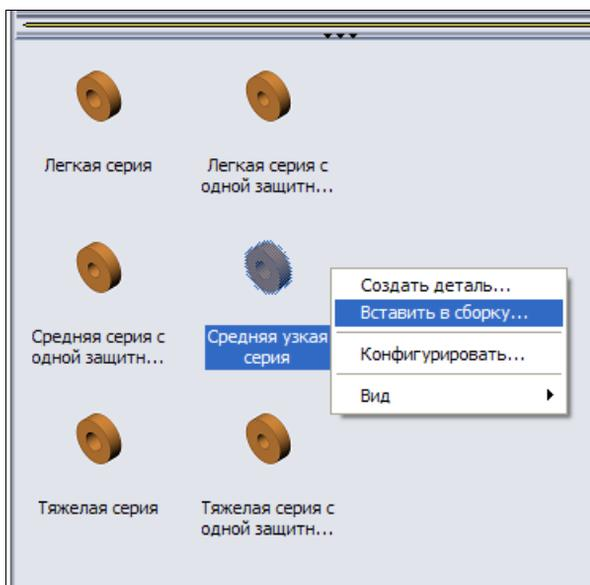

Рис. 6.40
17. Щелкнем правой кнопкой мыши по названию типа подшипников и на открывшейся панели активизируем строку **Вставить в сборку...** (рис. 6.40). Можно